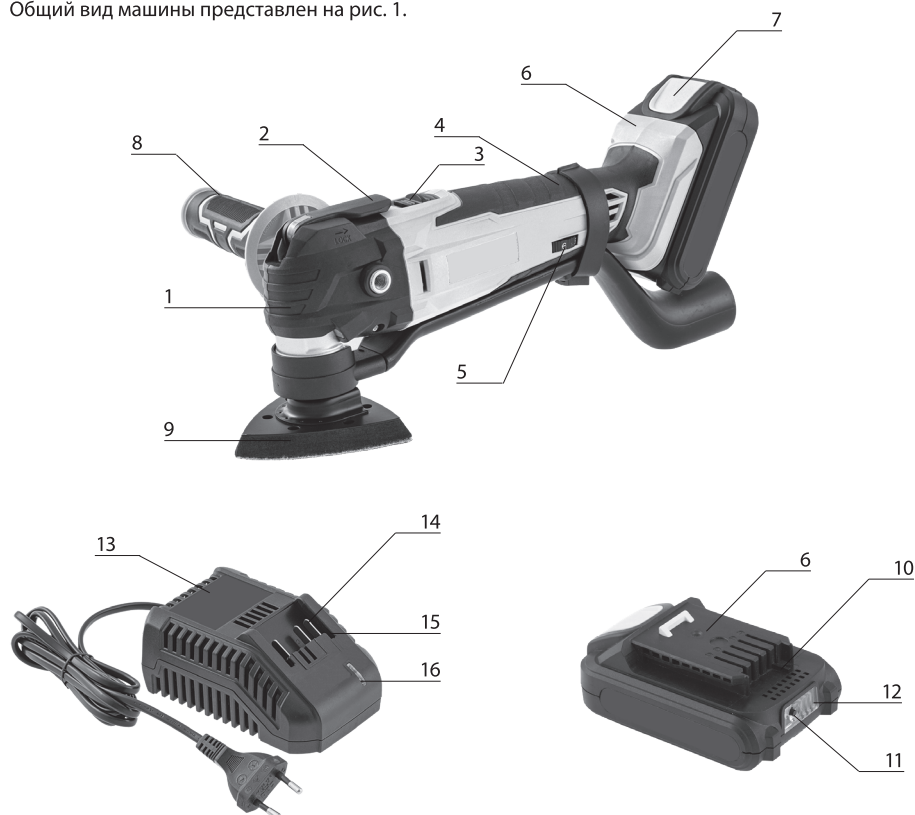

Рис. 1
Общий вид машины представлен на рис. 1.
Машина состоит из пластмассового корпуса, используемого в качестве основной рукоятки 4 (рис. 1), с расположенным в нем электродвигателем постоянного тока и исполнительного механизма, на выходном валу (шпинделе) которого устанавливается оснастка 9 (рис. 1). Машина снабжена быстродействующим механизмом фиксации оснастки, позволяющим без применения дополнительного инструмента проводить замену оснастки.
Механизм фиксации управляется рычагом 2 (рис. 1). На корпусе двигателя имеется клавиша 3 (рис. 1) включения двигателя, имеющая возможность фиксироваться во включенном положении, и регулятор частоты колебаний 5 (рис. 1). Корпус двигателя оканчивается разъемом для присоединения аккумуляторной батареи.
Аккумуляторная батарея оборудована индикатором остаточного заряда 12 (рис. 1), который включается с помощью кнопки 11 (рис. 1). Отключение индикатора происходит автоматически через 3...4 сек с момента нажатия на кнопку 11.
- Поднять рычаг 2 (рис. 1), выведя его из фиксатора, и повернуть на 120-140 градусов в направлении стрелки «UNLOCK», нанесенной на правой стороне корпуса, для открытия механизма фиксации оснастки.
- Убедитесь, что зубья венца шпинделя вошли в зацепление с пазами оснастки, и переместите рычаг 2 (рис. 1) в обратном направлении, при этом подвижная шайба механизма прижмет оснастку к зубчатому венцу, исключая ее смещение во время работы. Введите рычаг 2 (рис. 1) в фиксатор до щелчка.
Вкрутите рукоятку 8 (рис.1) в резьбовое отверстие корпуса редуктора в удобное для работы положение.
При использовании шлифовальной подошвы при необходимости установите пылеотводную трубку в положение, как показано на рис. 1. Пылеотводная трубка устанавливается до оснастки (шлифовальной подошвы) и закрепляется хомутом.
Перед снятием или установкой батареи, а также перед транспортировкой и хранением машины установите клавишу 3 (рис. 1) в положение «Выключено» во избежание случайного включения машины.
Для снятия батареи нажмите клавишу фиксатора 7 (рис. 1) и сдвиньте батарею по направляющим до полного отделения ее от корпуса машины.
Вставьте вилку кабеля питания зарядного устройства в розетку сети питания. Через 1...2 с индикатор 16 (рис. 1) зарядного устройства начнет светиться зеленым светом, что свидетельствует о готовности к работе. Установите заряжаемую батарею в направляющие зарядного устройства до упора, не прикладывая значительных усилий. Если аккумуляторная батарея не устанавливается на зарядное устройство без значительных усилий, проверьте соответствие зарядного устройства и аккумуляторной батареи по номинальному напряжению и модели. Если батарея разряжена или заряжена не полностью, индикатор зарядного устройства 16 (рис. 1) поменяет цвет свечения с зеленого на красный, что свидетельствует об идущем процессе зарядки. Индикатор заряда батареи 12 (рис. 1) при этом будет мигать, отражая процесс зарядки. По достижении полного заряда батареи индикатор 16 (рис. 1) зарядного устройства переключится на зеленое свечение, индикатор на аккумуляторной батарее будет светиться, не мигая.
Уровень заряда аккумуляторной батареи можно оценить при помощи индикатора 12 (рис. 1), расположенного на корпусе батареи. Индикатор включается при нажатии на кнопку 11 (рис. 1) и отключается автоматически по истечении 3...4 с. Свечение трех элементов индикатора свидетельствует о полном заряде аккумулятора, одного – о заряде порядка 30% и скорой необходимости зарядить аккумулятор.
Для выключения двигателя машины переведите выключатель питания 3 (рис. 1) в положение «Включено» / «I», сдвинув его вперед по направлению к корпусу исполнительного механизма.
Для отключения двигателя машины отпустите клавишу выключателя 4 (рис. 1) или, если клавиша была зафиксирована, нажмите на ее заднюю ребристую часть.
Для регулировки частоты вибраций используйте регулятор 5 (рис. 1). Выбирайте частоту вибраций в зависимости от обрабатываемого материала и типа используемой оснастки. Учитывайте, что слишком большая частота вибраций может приводить к горению или оплавлению обрабатываемого материала. Оптимальная частота вибраций определяется опытным путем. Цифры, нанесенные на кольцо регулятора, отражают исключительно положение регулятора и не указывают на конкретную частоту вибраций, выраженную в единицах в минуту.